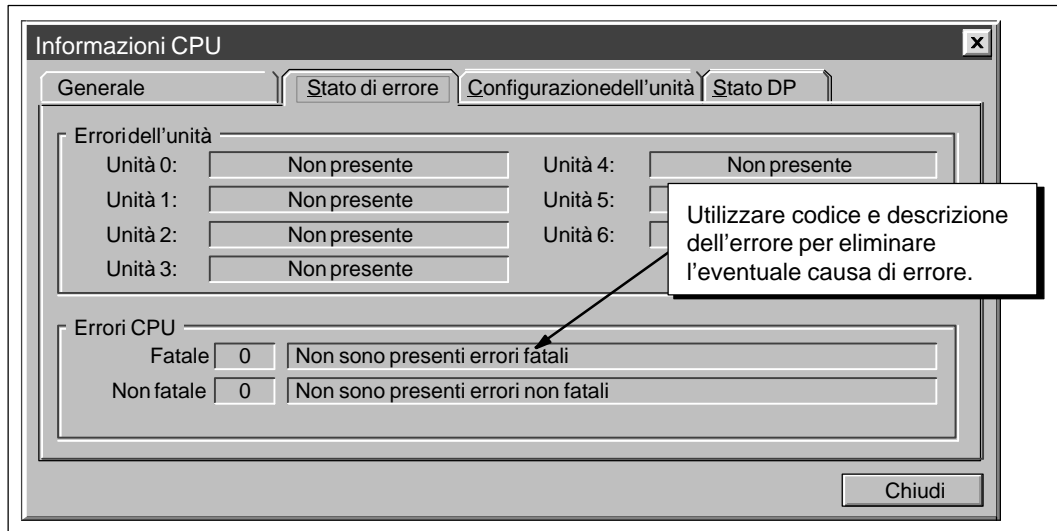

Figura 6-16 Finestra di dialogo Informazioni CPU: Stato di errore
La CPU S7-200 classifica gli errori in errori fatali e non fatali. Utilizzare STEP 7-Micro/WIN per visualizzare i codici di errore associati all'errore in questione. La figura 6-16 illustra la finestra di dialogo con il codice e la descrizione dell'errore. Consultare l'appendice C che riporta un elenco completo dei codici di errore.
Gli errori non fatali possono diminuire alcune prestazioni della CPU, ma non la rendono incapace di eseguire il programma o di aggiornare ingressi e uscite. Come riportato alla figura 6-16, l'utente può utilizzare STEP 7-Micro/WIN per visualizzare i codici di errore generati dagli errori non fatali. Esistono tre categorie di errori non fatali.
- Errori di programmazione del tempo di esecuzione. L'utente (o il suo programma) possono creare condizioni di errore mentre viene eseguito il programma. Ad esempio, un puntatore di indirizzamento indiretto, che era valido al momento della compilazione del programma, può poi essere stato modificato durante l'esecuzione del programma e puntare a indirizzi al di fuori del campo ammesso. Ciò viene considerato un errore di programmazione del tempo di esecuzione. Si utilizzi la finestra di dialogo riportata alla figura 6-16 per determinare quale tipo di errore si è verificato.